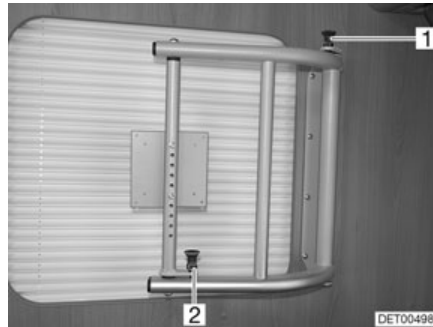

Fig. 10 Soporte con brazo giratorio
- Girar la pantalla plana de regreso a la posición inicial hasta que los dos botones de desbloqueo (Fig. 10,1 y 2) engatillen.